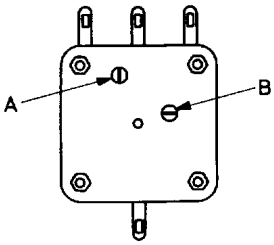

Abb. 41
1. Die Trimmer des Zweifach-Drehkondensators A und B (Abb. 41) müssen so gedreht werden, daß die beiden drehbaren Hälften zu den Drehkondensator-Anschlüssen zeigen. Das bedeutet, Trimmer A ist halb und Trimmer B ist ganz eingedreht.
- Die Trimmer des Zweifach-Drehkondensators A und B (Abb. 41) müssen so gedreht werden, daß die beiden drehbaren Hälften zu den Drehkondensator-Anschlüssen zeigen. Das bedeutet, Trimmer A ist halb und Trimmer B ist ganz eingedreht.